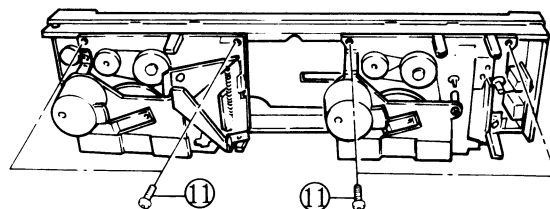

Fig. 4 Abb. 4
7. **Cassette chassis (Fig. 4)**
- 7. Cassetten-Chassis (Abb. 4)**
- 7. Châssis de cassette (Fig. 4)**